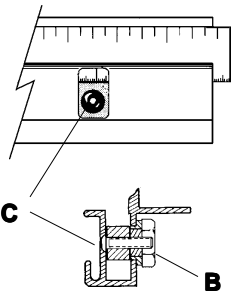

Figure 28
NOTE: One end of each squaring edge bar is fixed in position by its **PIVOT SCREW** near the cutting line. Each of the bars can be raised or lowered slightly by rotating them around their **PIVOT SCREW**. This is done by turning **ECCENTRIC NUTS (B)**, **Figure 28**, one in the **RIGHT SQUARING EDGE BAR** and two in the left. The **LEFT SQUARING EDGE BAR** is very long, so two **ECCENTRICS** are provided to assure the **SQUARING EDGE BAR** can be adjusted straight.
HINWEIS: An dem Ende von jeder **Winkelleiste**, das der Schnittlinie am nächsten liegt, befindet sich eine **Stellschraube**, welche die **Winkelleiste hält**. Jede dieser Leisten kann mit diesen **Stellschrauben** ein wenig angehoben oder gesenkt werden, indem Sie um diese **Stellschrauben** gedreht werden. Das wird durch ein Drehen der **Exzentrikmutter (B)**, **Abbildung 28**, von denen sich eine in der **rechten Winkelleiste** und zwei in der **linken Winkelleiste** befinden. Da die **linke Winkelleiste** sehr lang ist wurden zwei **Exzentrikmutter** eingebaut, um sicherzustellen, daß die **Winkelleiste** genauestens eingestellt werden kann.
N.B. Un côté de chaque barre de bord d'équarrissage est maintenu en position grâce à une **VIS PIVOTANTE** près de la ligne de coupe. Chacune des barres peut être abaissée ou relevée légèrement en les faisant pivoter autour de leur **VIS PIVOTANTE**. Ceci est accompli en faisant tourner les **BOULONS EXCENTRIQUES (B)**, **Figure 28**, un dans la **BARRE DE BORD D'ÉQUARRISSAGE DROIT** et deux dans la gauche. La **BARRE DE BORD D'ÉQUARRISSAGE GAUCHE** étant très longue, deux **BOULONS EXCENTRIQUES** sont fournis pour assurer que la **BARRE DE BORD D'ÉQUARRISSAGE** peut être ajustée correctement.